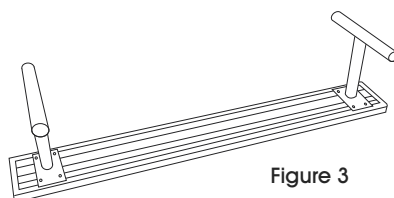

Figure 3
5. Assurez-vous que les pattes sont parfaitement alignées aux bords et que le banc est de niveau. Serrez les boulons à l'aide d'une clé à douilles. (Voir Figure 3)